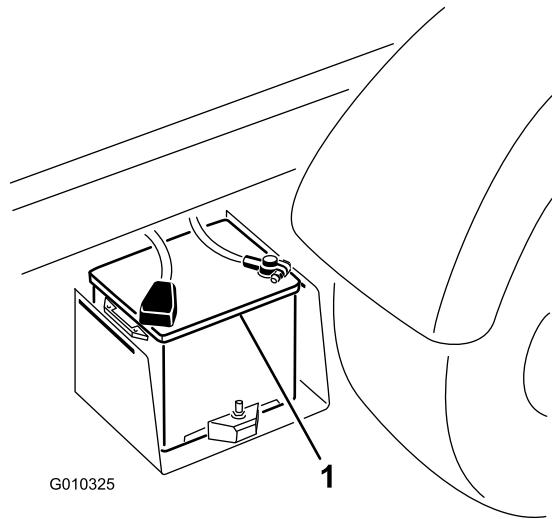

Bild 53
2. Schließen Sie ein Starthilfekabel an die positiven Pole von zwei Batterien an (Bild 53). Der positive Pol kann durch ein + -Zeichen oben auf der Batterieabdeckung gekennzeichnet sein.